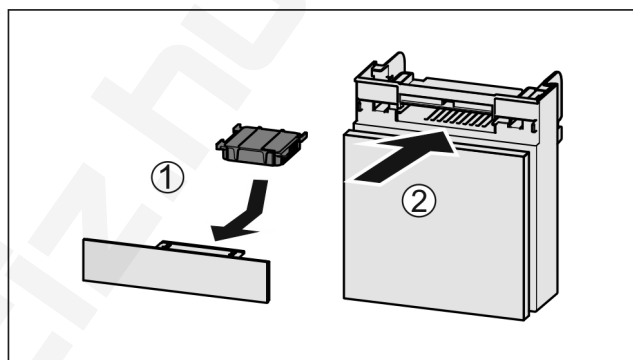

Fig. 62
- Helyezze be Fig. 62 (1) az aktívszén-szűrőt az ábrán látható módon.
- Tolja be Fig. 62 (2) a rekeszt.